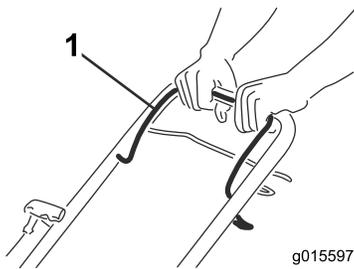

Figura 13
1. Sujete la barra de control de la cuchilla (Figura 13) contra el manillar.